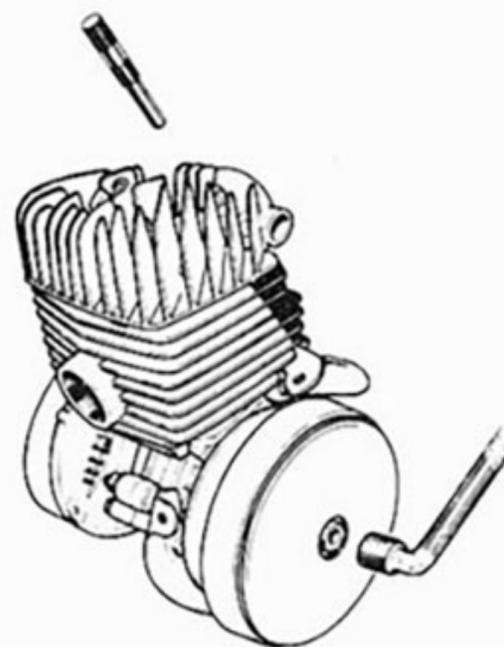

FIGURE 20
- Dévisser sans à-coups (clé à pipe de 14) l'écrou du tambour de variateur (Fig. 20).